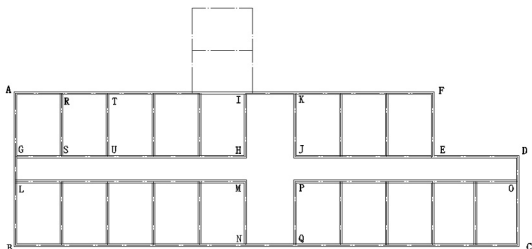

图 2.42 用【多线】命令绘制内墙
(5) 用相同的方法绘制出 TU 等其他内墙，结果如图 2.42 所示。